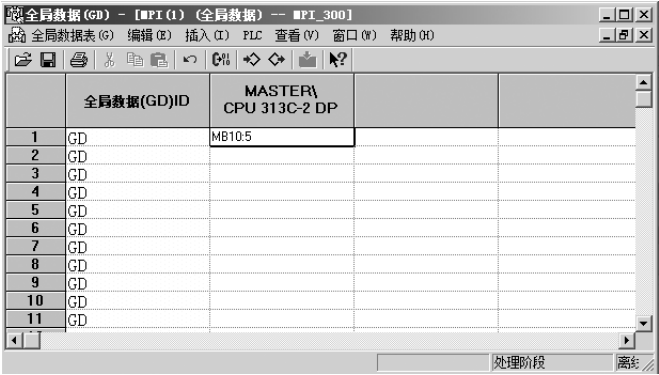

图 8-45 定义发送区的数据组
11) 定义发送区的数据组。输入 MB10:5，其含义是：将站点 MASTER MB10 开始的 5 个字节发送出去，如图 8-45 所示。